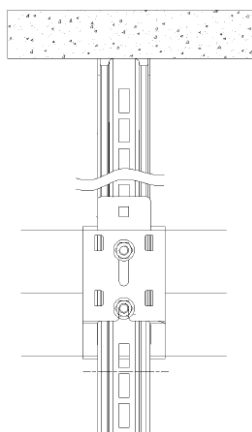

Figure 8
- Enfilez les deux équerres de suspenste dans les supports (figure 8)